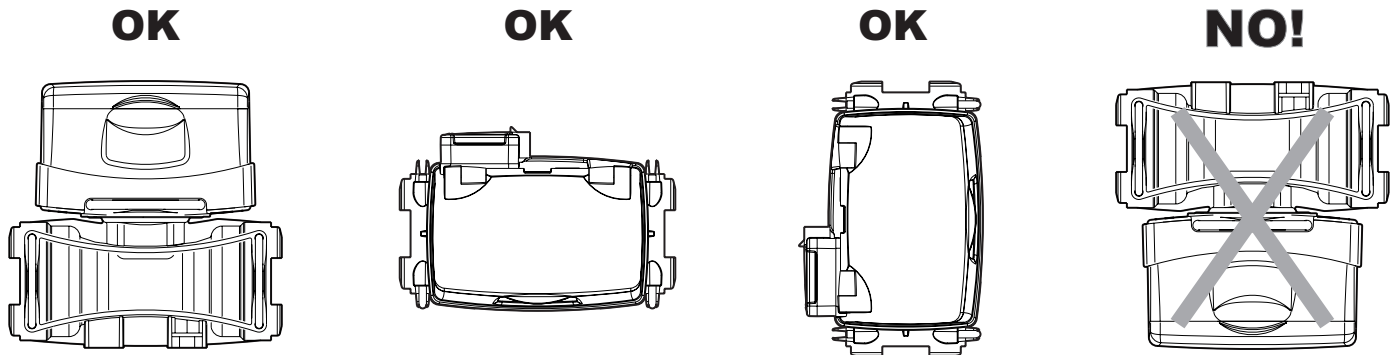

Рис. 1
- Не монтируйте расходомер с разъемом, обращенным вниз (Рис. 1).